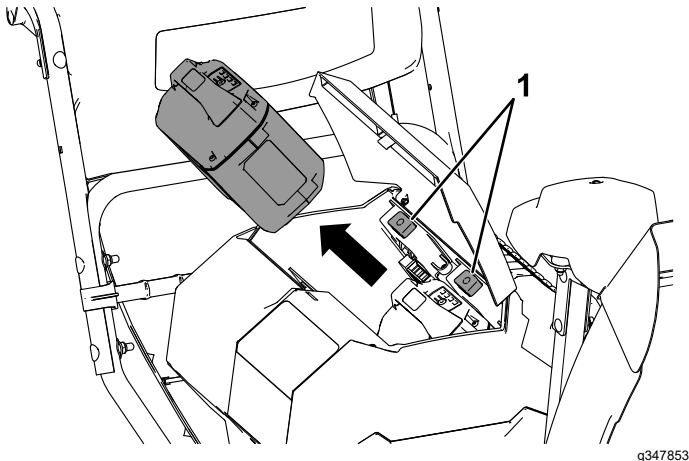

Figura 26
2. Presione el cierre de la batería para liberar la batería, y retire la batería (Figura 26).